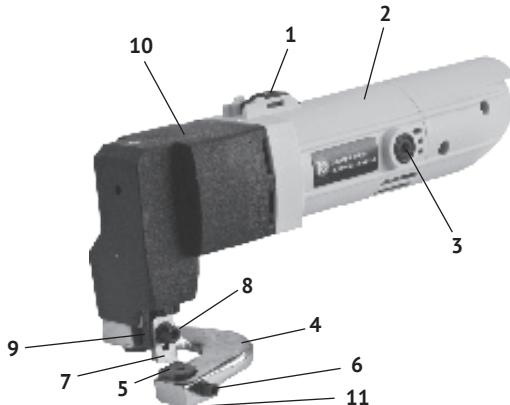

рис.1
1.4.1 Общий вид ножниц представлен на рис. 1
Однофазный коллекторный двигатель расположен в пластиковом корпусе (рис.1 поз.2), к которому крепится металлический корпус редуктора (рис.1 поз.10). К корпусу редуктора (снизу) крепится опорная подошва (рис.1 поз.4) в форме подковы (серыги). На ней закреплён неподвижный нож (рис.1 поз.5). Вращательный момент якоря электродвигателя шестерёнчатым редуктором и эксцентриковым механизмом преобразуется в возвратно-поступательное движение штока (рис.1 поз.9) в вертикальной плоскости. В паз штока крепится подвижный нож (рис.1 поз.7).
- включение ножниц осуществляется перемещением ползунка выключателя (рис.1 поз.1) в положение «I» - включено;
Неподвижный нож (рис.1 поз.5) расположен в пазе опорной подошвы (рис.1 поз.4), имеющей форму подковы (серьги). Для его замены:
- открутить винт регулировки (рис.1 поз.6) и болт крепления (рис.1 поз.11);
- Подвижный нож (рис.1 поз.7) расположен в пазе штока (рис.1 поз.9). Для его замены:
- открутить винт крепления (рис.1 поз.8);
- открутить крышки щёткодержателей (рис.1 поз.3), расположенных по бокам корпуса двигателя (рис.1 поз.2);